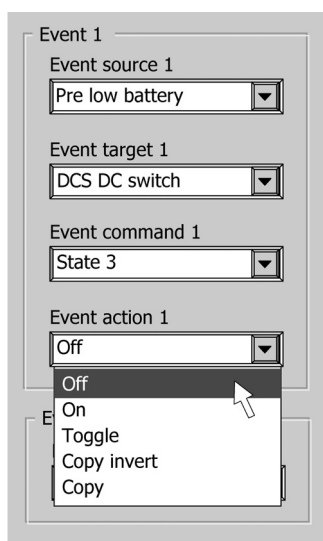

Figure 17
- Enfin, sélectionner l'*Event action*, qui est l'action qui devrait se déclencher (Exemple : basculement sur *off*) (Figure 17).